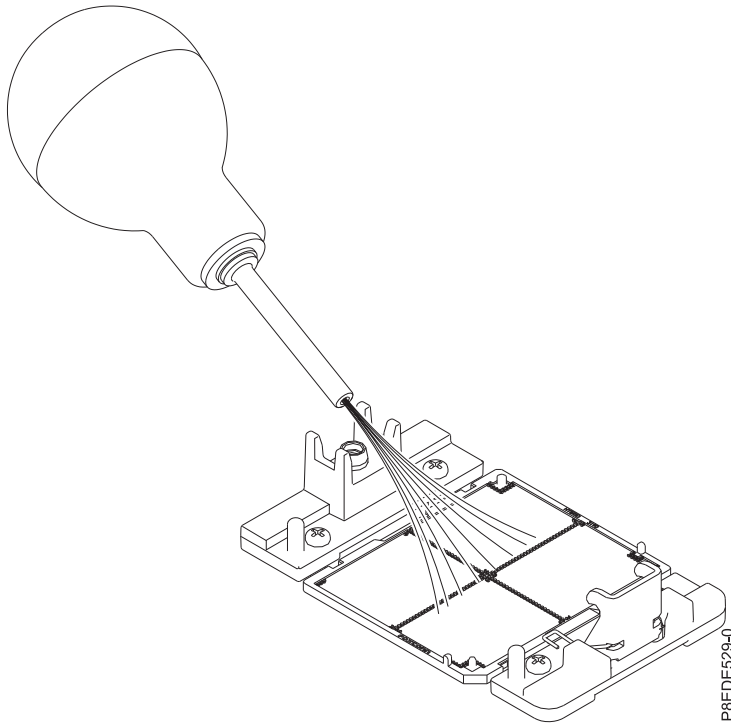

Figura 165. Eliminación de polvo y restos de suciedad del zócalo del procesador del sistema
- a. Si hay polvo o restos de suciedad en el zócalo del procesador del sistema, utilice la bomba de aire proporcionada (número de pieza 45D2645) para limpiar el zócalo. Sople pequeñas ráfagas de aire desde el centro a los lados del zócalo, como se muestra en la Figura 165 en la página 148.